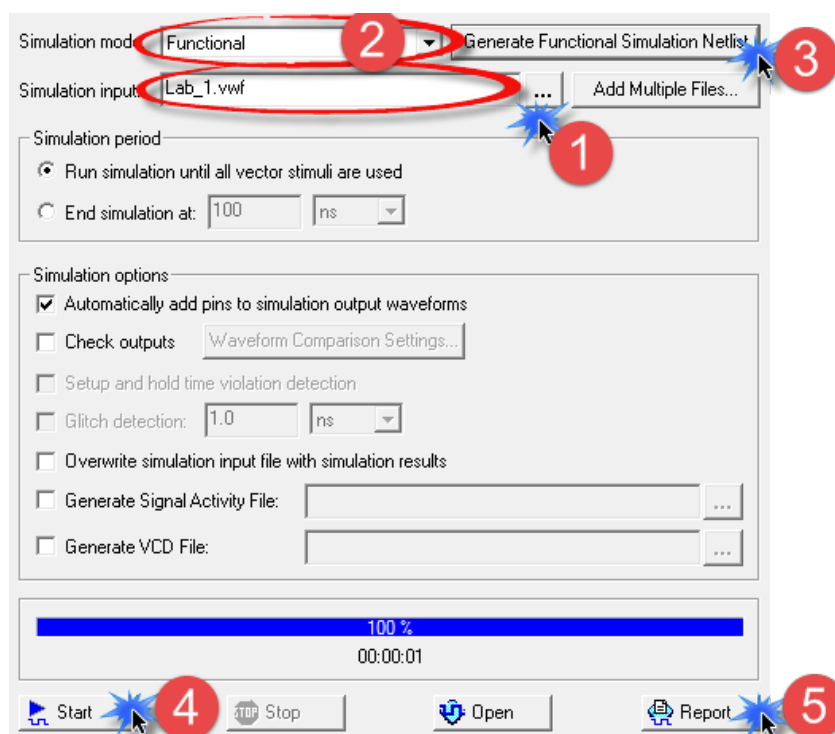
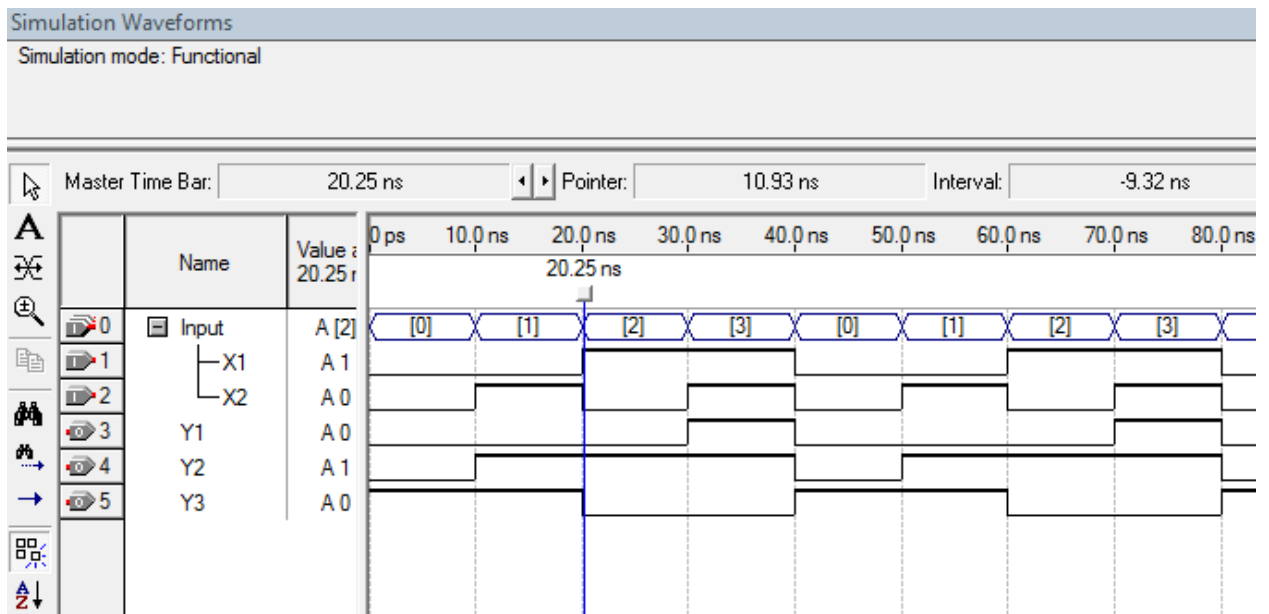

Рис. 1.7
Рис. 1.8
13. Перейти до файлу схеми, обравши відповідну вкладку з файлом .bdf. Після цього запустити інструмент імітаційного моделювання (Simulator Tool): **Processing -> Simulator Tool.** У вікні, що відкриється, вказати у відповідному полі файл вхідних сигналів, який було створено вище (рис. 1.7). Вказати режим моделювання Functional у полі Simulation mode. Створити Netlist, натиснувши кнопку Generate Functional Simulation Netlist. Запустити імітаційне моделювання, натиснувши у вікні кнопку Start. Після завершення моделювання натиснути кнопку Report, отримавши часові діаграми роботи схеми (рис. 1.8).
17. Перейти до вкладки Simulator Tool та оновити Netlist, натиснувши кнопку Generate Functional Simulation (рис. 1.7). Натиснути кнопки Start та Report, отримавши часові діаграми роботи оновленої схеми.